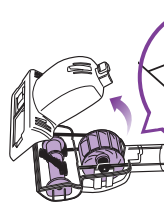

Fig. 24
- 1 Deslice la traba (a) hacia adelante e incline la cubierta inferior hacia arriba para removerla. (Fig. 24)